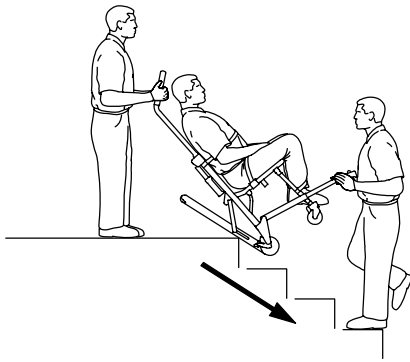

Figur 8 – Rød udløserstang til skinne
4. Operatøren i hovedenden: Klem skinnens røde udløserstang op mod det sorte tværrør (Figur 8). Løsn dit greb om udløserstangen og træk **Stair-TREAD**-systemet ud i fuldt udstrakt position med et godt ryk, indtil begge sider låser forsvarligt. Sørg altid for, at begge sider af **Stair-TREAD**-systemet er låst ved at prøve at folde det op igen.